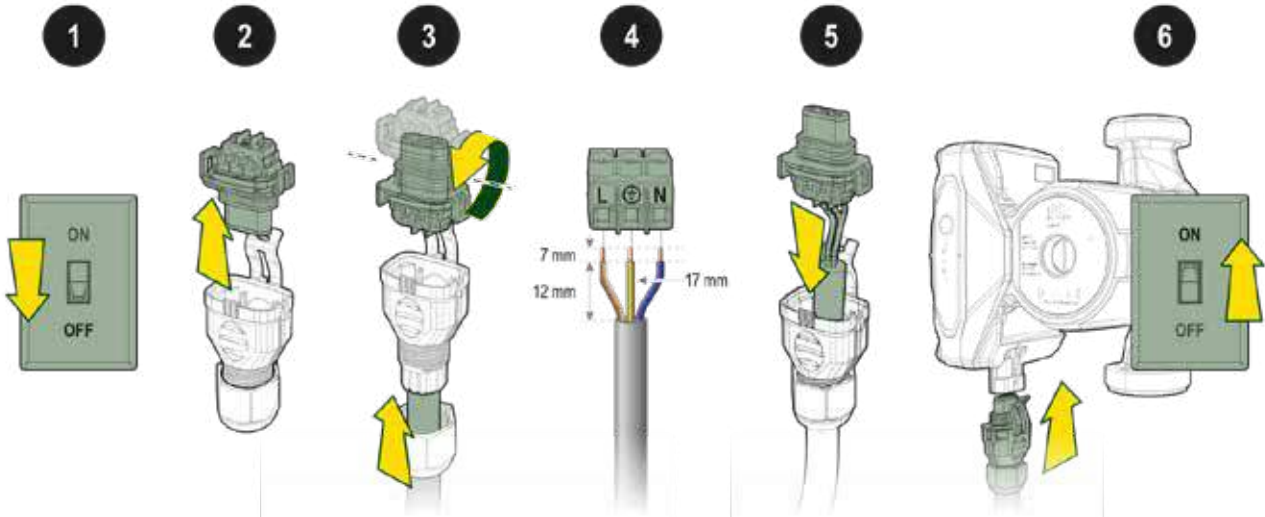

Abb. 10
Für den elektrischen Anschluss der Umwälzpumpe wie folgt vorgehen (siehe Abb. 10):
Das Kabel durch die Mutter ziehen, die Drähte gemäß Abb. 10 abisolieren und das Kabel durch die Kabelverschraubung führen. Die Drähte in Übereinstimmung mit Phase (L), Nulleiter (N) und Erdleiter (PE g/g) an die Klemmleiste anschließen und mit den drei Schrauben festspannen;